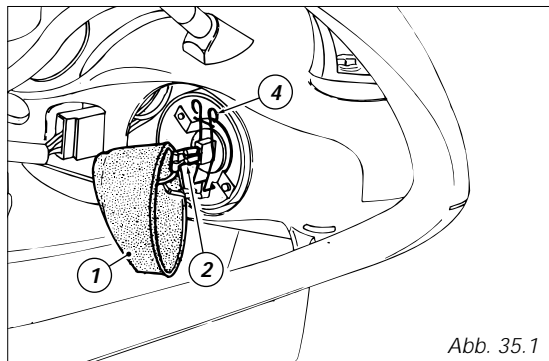

Abb. 35.1
**Abblendlicht** (Abb. 35.1): die Gummihaube (1) des Scheinwerferkörpers abnehmen, dann den Flachstecker (2) durch Niederdrücken des unteren Schnellauslöseknopfs von der Leuchte abziehen.
Die Halteklemme (4) der Leuchte aushaken und letztere von der Halterung nehmen (Abb. 35.1 und 35.2).